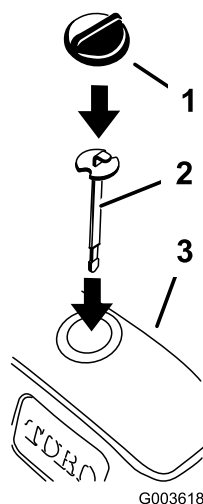

Bild 37
- Setzen Sie den neuen Peilstab ein und prüfen Sie den Stand des Hydrauliköls (Bild 37).